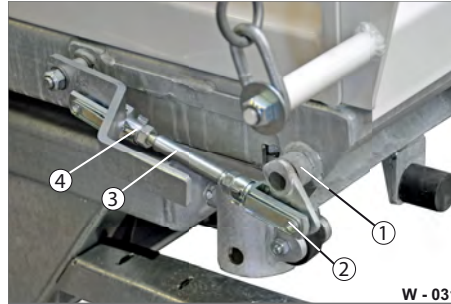

Abb. 31 Zentralverriegelung am Heck
- ▶ Lösen Sie beide Kontermuttern (Abb. 32/3) am Übertragungsgestänge (Abb. 31/3).